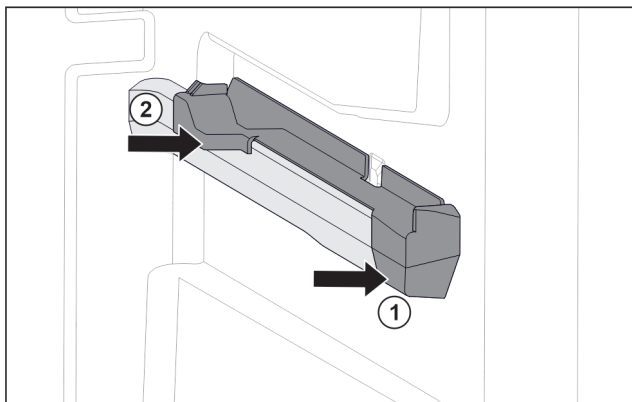

Fig. 57 Вставная часть на правом контейнерном ребре
- ▶ Наденьте вставную часть спереди на контейнерное ребро. Fig. 57 (1)
- ▶ Нажмите на вставную часть сзади. Fig. 57 (2)